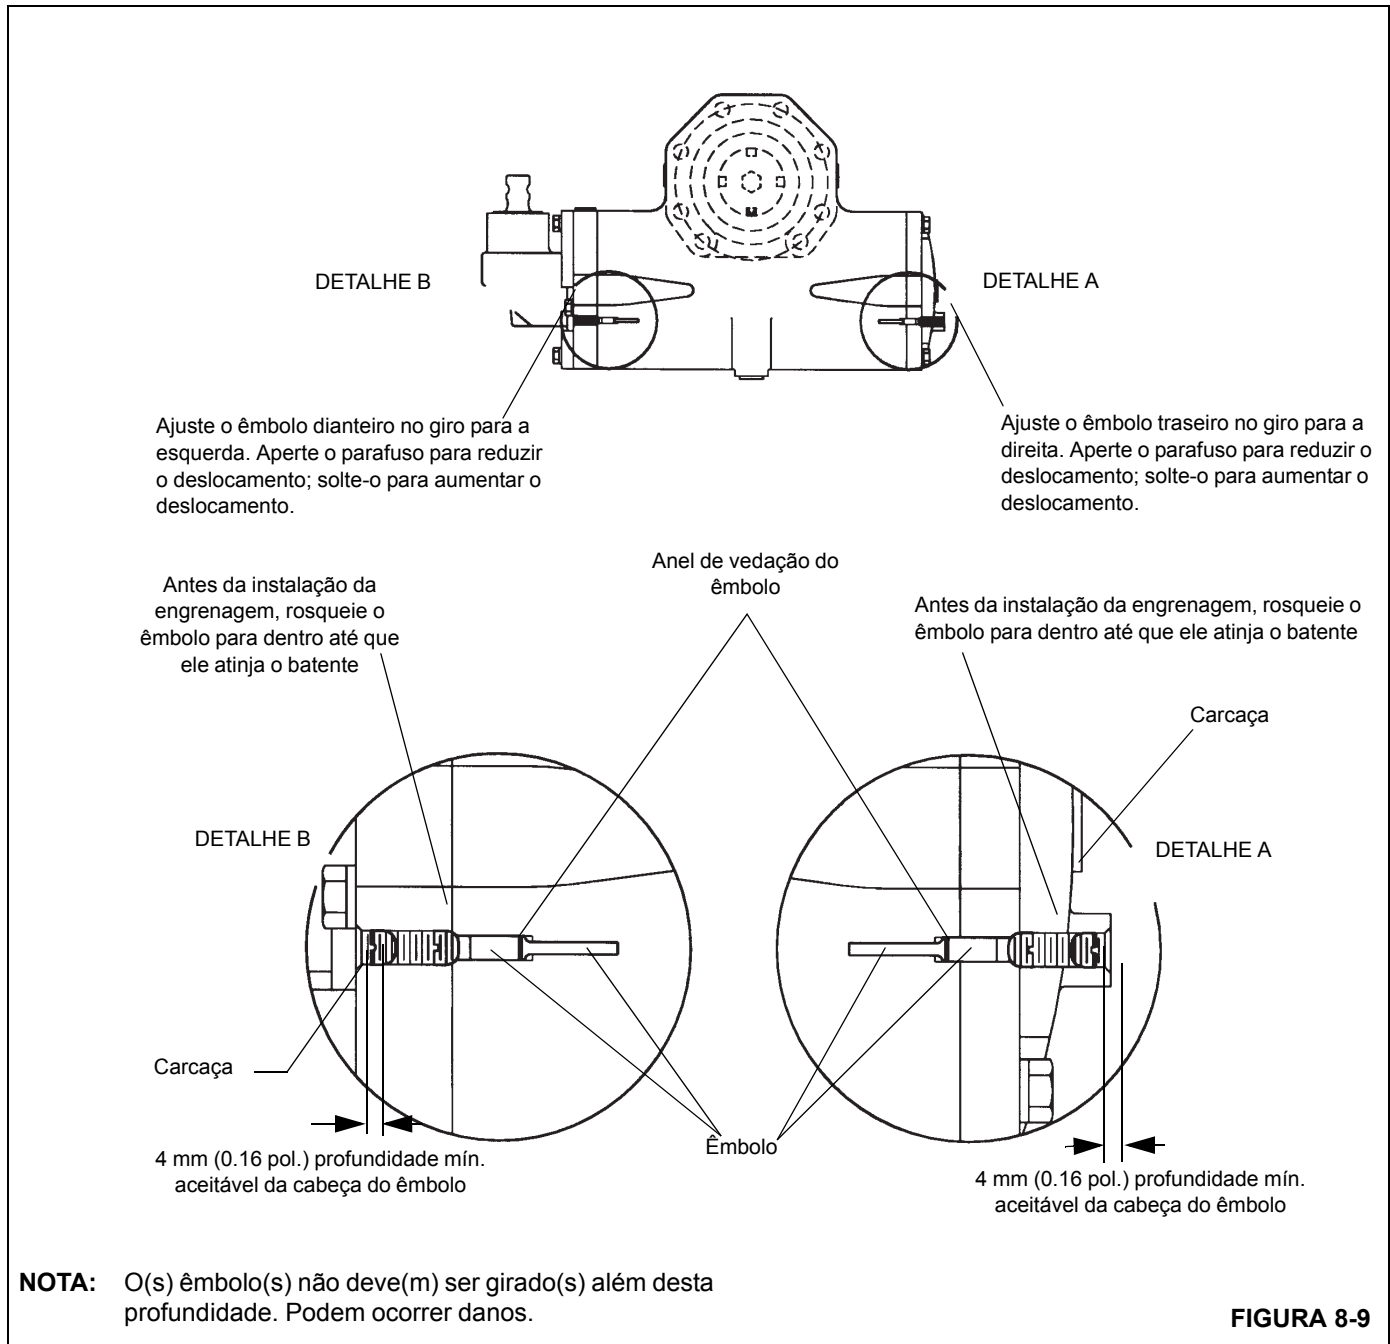

FIGURA 8-9
6. Dê partida no motor. Movimente lentamente o guindaste para frente e gire as rodas totalmente para a esquerda e contra o batente do eixo. Verifique o contato sólido contra o batente do eixo; parafuse o êmbolo dianteiro da caixa de engrenagens da direção hidráulica para dentro para reduzir o deslocamento ou para fora para aumentar o deslocamento, conforme necessário. Verifique a pressão; ela não deve exceder 62 bar (900 psi) (Figura 8-9)
1. Antes da instalação, estenda os êmbolos de alívio localizados nas duas extremidades da caixa de engrenagens até atingirem o batente. Não remova nem estenda os êmbolos até uma profundidade inferior a 4 mm (0.16 pol.) (Figura 8-9).